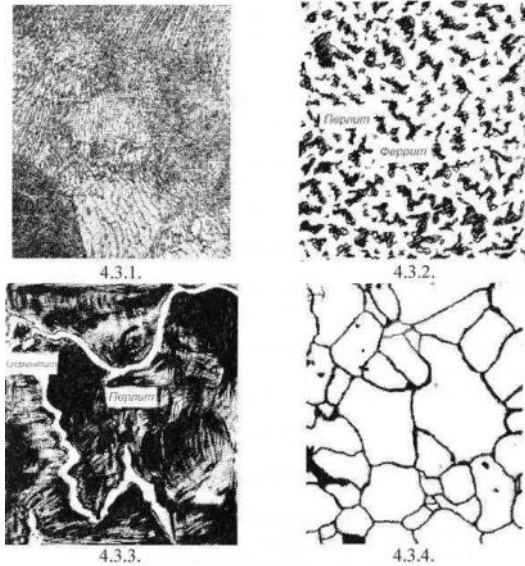

Рисунок 1 - Микроструктура стали
3. На каком рисунке изображена структура чистого железа? Ответ по рис. 1 (4.3.1.; 4.3.2.; 4.3.3.; 4.3.4.)